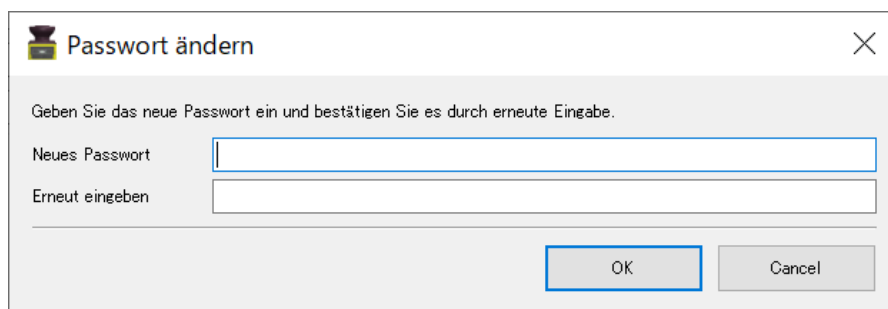

Abbildung 7-38 Änderung des Passworts
- Es wird das in Abbildung 7-38 dargestellte Fenster angezeigt.